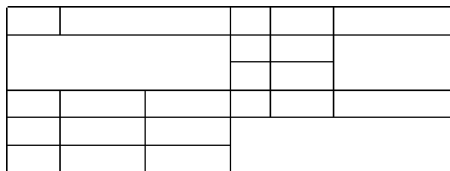

图 10-29 完成后的表格
(16) 按照步骤 (14)~步骤 (15) 合并其他需要合并的单元格, 结果如图 10-29 所示。